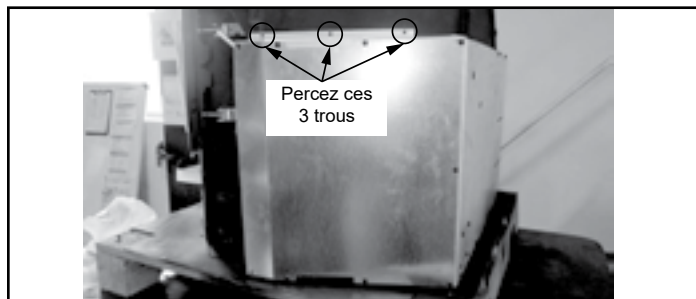

Figure 21.7
10. Utiliser la perceuse électrique avec la mèche n°26; percez 3 trous dans la trémie. Ajoutez trois vis pour fixer l'ensemble carénage à l'appareil (**Figure 21.7**).